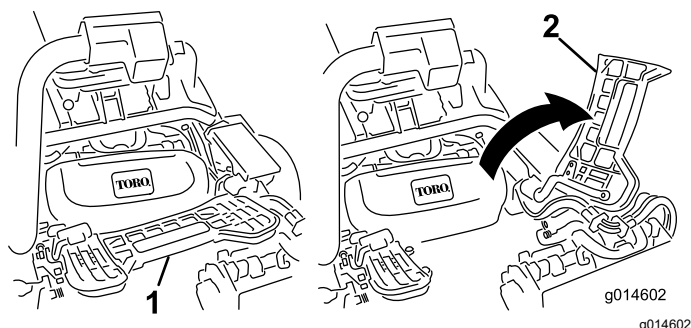

Figure 61
2. Relevez le repose-pieds pour accéder à la position de l'unité de coupe centrale (Figure 61).